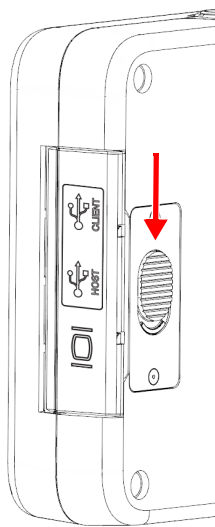

図 3-3 データポートカバーの開放ボタン
1. カバーの開放ボタンを押し、探傷器の底面方向にスライドしてデータポートカバーをロック解除します (図 3-3 ページの 40 を参照)。